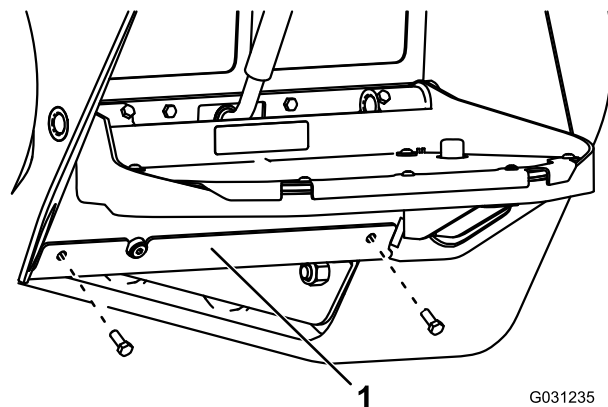

Рисунок 69
4. Выверните два болта крепления нижней планки и снимите нижнюю планку (Рисунок 69).
8. Установите нижнюю планку (Рисунок 69).